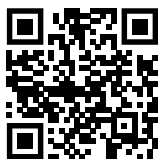

Fig. 95
- ▶ Öffnen sie das Liebherr SmartMonitoring Dashboard. (siehe Fig. 95)